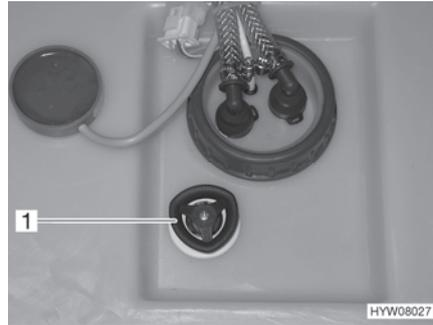

Fig. 130 Réservoir d'eau avec poignée tournante
- Faire tourner la poignée tournante (Fig. 130,1) du réservoir d'eau à fond dans le sens inverse des aiguilles d'une montre au-delà de la résistance pour ouvrir entièrement l'ouverture d'écoulement.